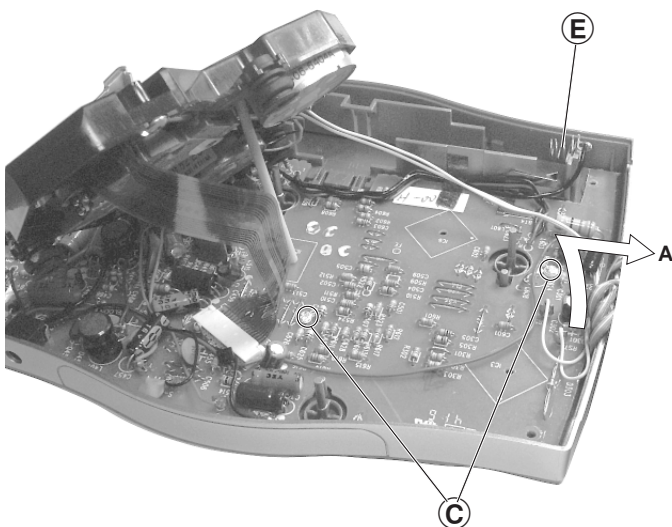
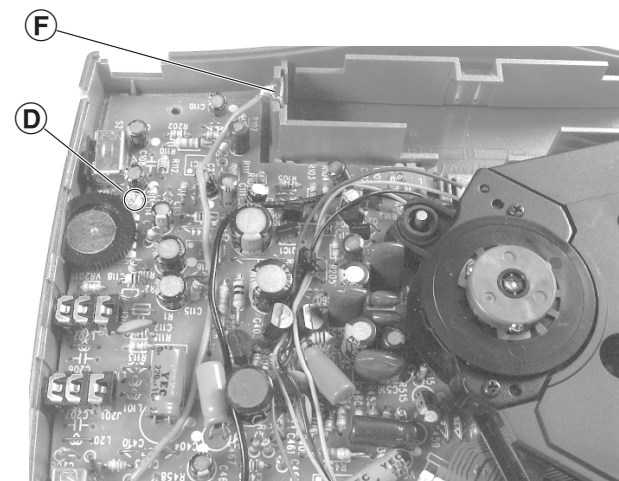

Fig. 4
Fig. 5
- 2 Schrauben **C** (Fig. 4) und Schraube **D** (Fig. 5) herausdrehen.
- Batteriekontakte **E** (Fig. 4) und **F** (Fig. 5) aus dem Gehäuseunterteil herausziehen.
- Hauptplatte in Pfeilrichtung **A** (Fig. 4) anheben und herausnehmen.
- Undo 2 screws **C** (Fig. 4) and screw **D** (Fig. 5).
- Pull out the battery contacts **E** (Fig. 4) and **F** (Fig. 5).
- Lift the main board in the direction of the arrow **A** (Fig. 4) and take it out.